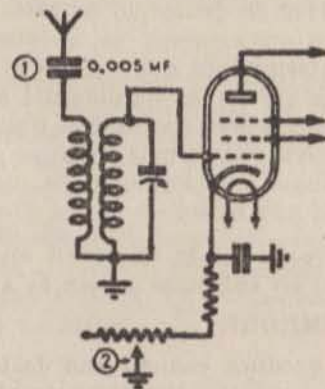

Fig. 29.—Al tocar la toma de antena con la pared salta una chispa
**EFECTO.**—Receptor universal.—Al arrimar la caja contra la pared y tocar la clavija de antena con la pared, el volumen de audición baja notablemente, salta una chispa y sale humo del aparato (fig. 29).